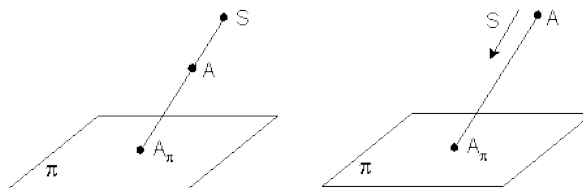

Рис. 1
1. Укажите центральную проекцию точки A (рис. 1).